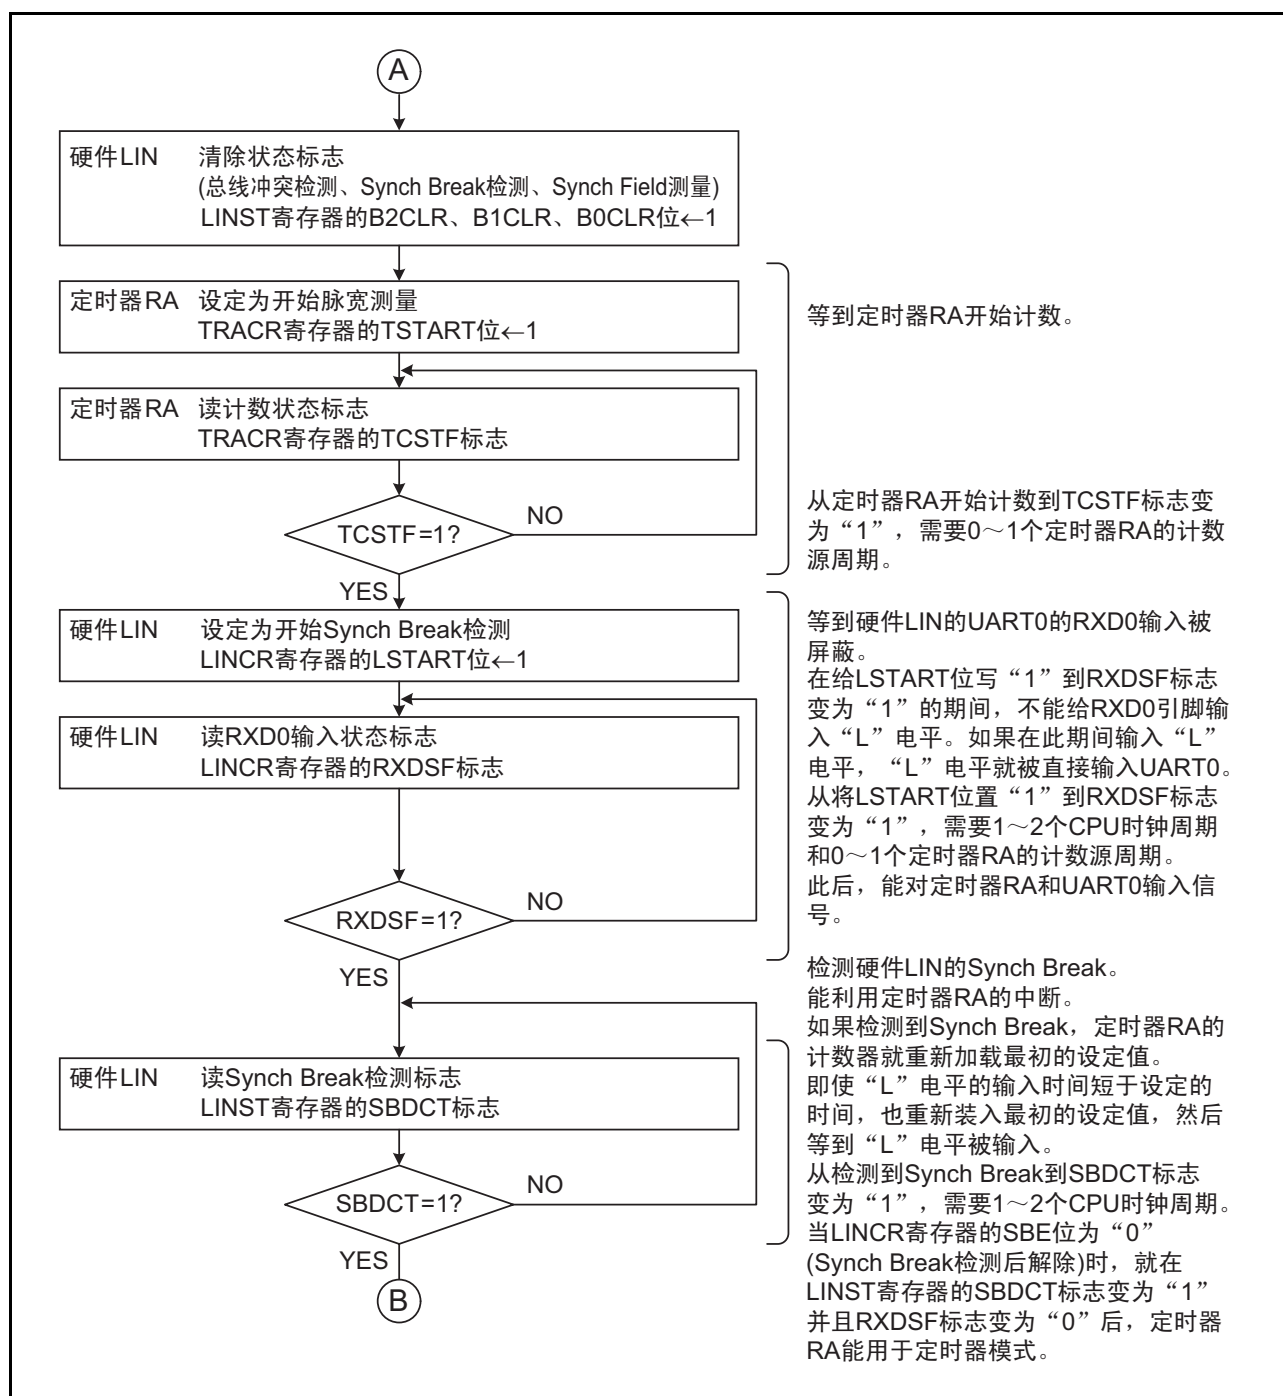

图 27.7 标题字段的接收流程图例子 (2)
注 3. 在将 LINE 位置“1”(LIN 开始运行)后，立即禁止对定时器 RA 和 UART0 的输入 (请参照“图 27.3 标题字段的发送流程图例子 (1)”和“图 27.7 标题字段的接收流程图例子 (2)”)。